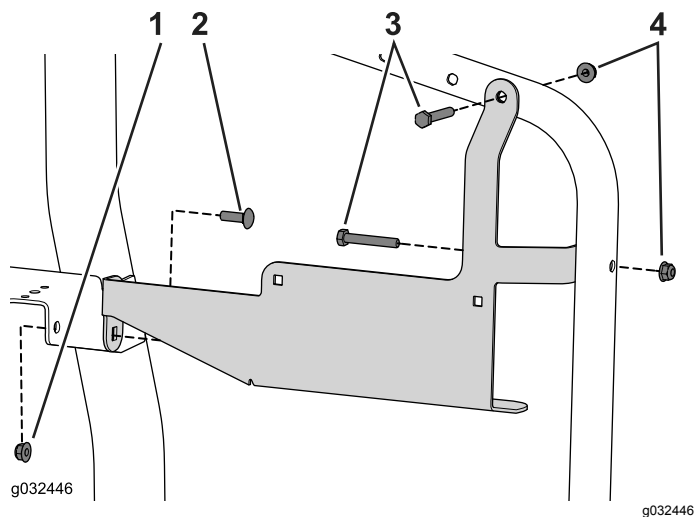

Рисунок 30
1. Прикрепите кронштейн к раме с помощью трех каретных болтов (5/16 x 1 дюйм), (5/16 x 1 дюйм) и трех фланцевых гаек (Рисунок 30).